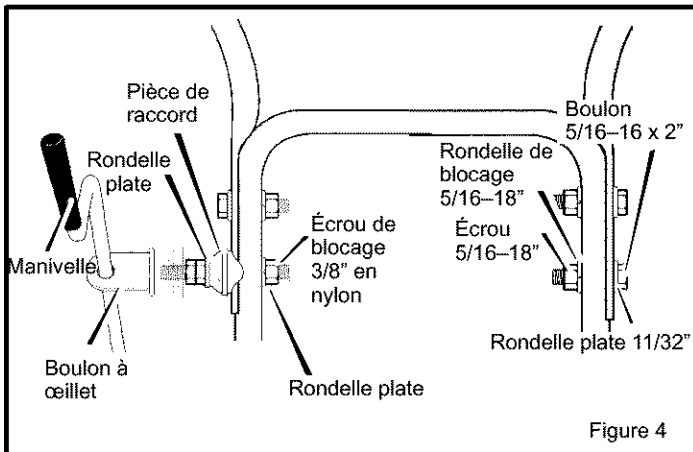

Figure 4
3. Installer les pièces fournies dans le sac (vis, rondelle plate, rondelle de blocage, écrou hexagonal) dans l'orifice droit du bas de la poignée supérieure (voir Figure 4). Ne visser qu'une fois que tous les boulons sont en place.
6. Faire passer le boulon à œillet à travers l'orifice inférieur de la poignée gauche. (Voir Figure 4).